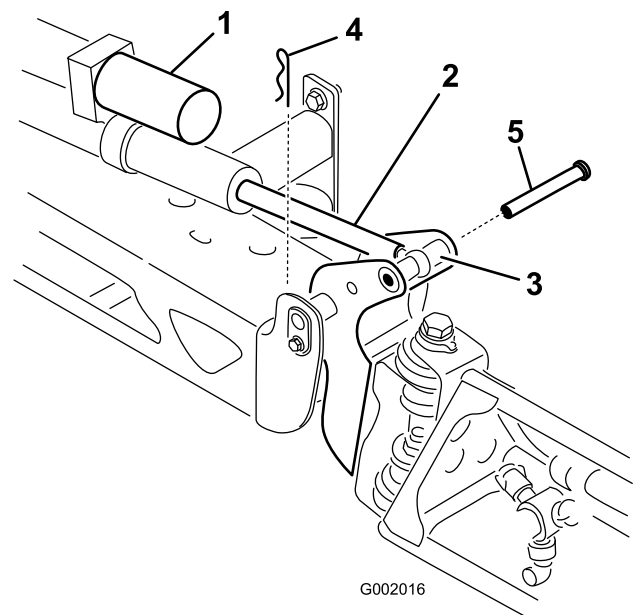

Figura 49
3. Sollevate la barra e togliete il perno (Figura 49). Abbassate lentamente la barra all'hardstop.
2. Togliete la coppiglia dal perno di articolazione (Figura 49).
6. Sollevate la barra per allineare il perno con l'asta dell'attuatore. Tenete ferma la barra e inserite il perno attraverso il perno della barra e l'asta dell'attuatore (Figura 49).